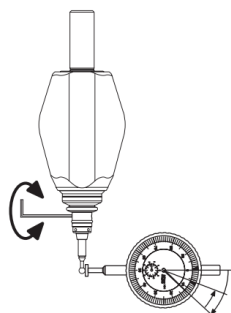

Fig. 3
- Gire o eixo com o testador 3D em 180° e o medidor de dial mostrará o desvio do eixo X (Fig. 3, conforme mostrado na figura, a leitura do indicador é 0,12 mm).